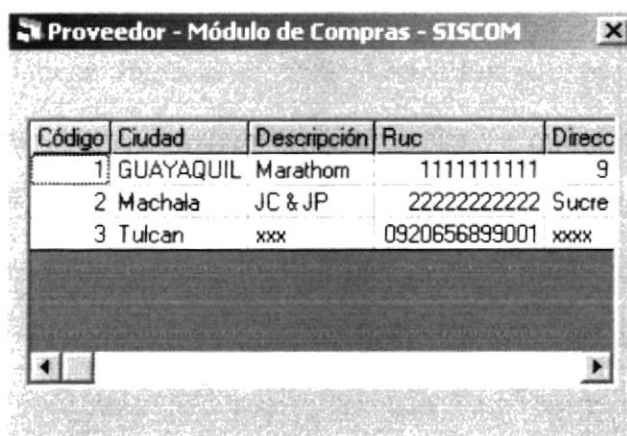

Figura 10.13 Módulo de Compras, Opción de Ayuda de Proveedores
- ✓ Haciendo doble clic, los datos del registro especificado se cargarán a la pantalla de mantenimiento figura 10.13